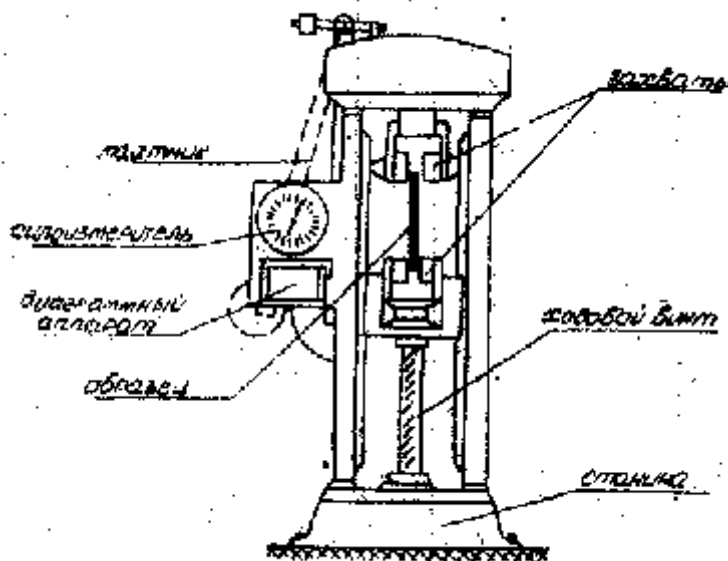

Рис.1.
1.1. Испытательная машина и её характеристики (рис.1):